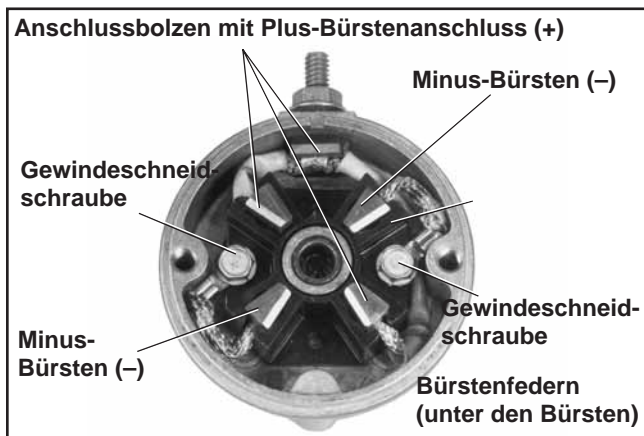

Abbildung 8-15. Typ-A-Kollektorendkappe mit Bürsten.
1. Lösen Sie die Bürstenfedern aus den Vertiefungen in der Bürstenhalterung. Siehe Abbildung 8-15.